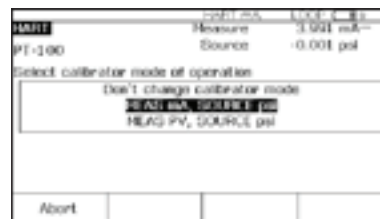

Figura 6.
2. Pulse la tecla **HART** de nuevo para seleccionar la configuración del calibrador 754 (Figura 6). Si selecciona **MEAS mA, SOURCE psi** configurará el calibrador para medir la salida analógica en mA y la presión que se esté aplicando simultáneamente a la entrada del transmisor y al módulo de presión (si selecciona **MEAS PV, SOURCE psi** configurará el calibrador 754 para evaluar la salida PV digital desde el transmisor). Pulse **ENTER** para seleccionarlo.